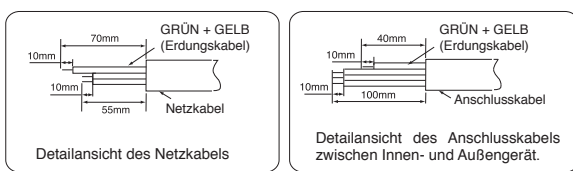

Abb. 1-2
- Schneiden Sie das Verbindungskabel und das Netzkabel ab und entfernen Sie die Isolierung von den Drähten, wie es in Abb. 1-2 dargestellt ist.